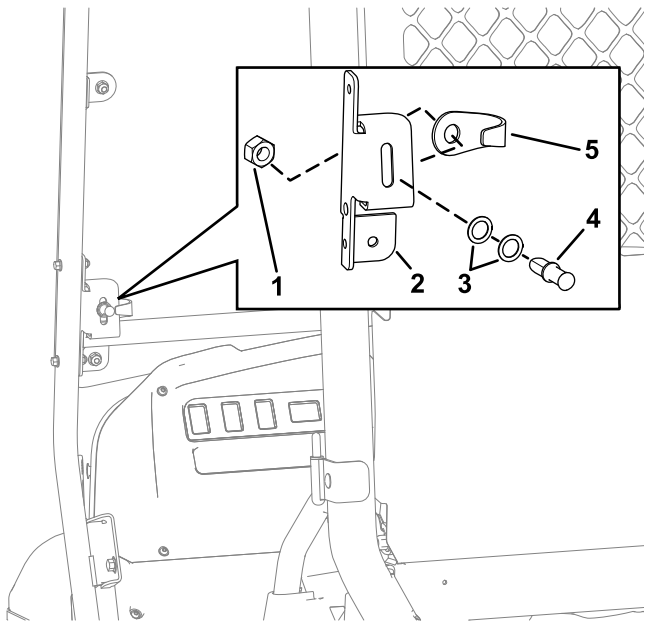

図 63
1. 図 63 に示すように、ラッチピンとピンガードをマウントブラケットの開口部に合わせる。
2. ラッチピン最初はワッシャーなしをピンガードに挿入する(図 63)。
3. ラッチピンとジャムナットをマウントブラケットの開口部の裏側に位置合わせする(図 63)。
4. ジャムナットをラッチピンに手締めする (図 63)。